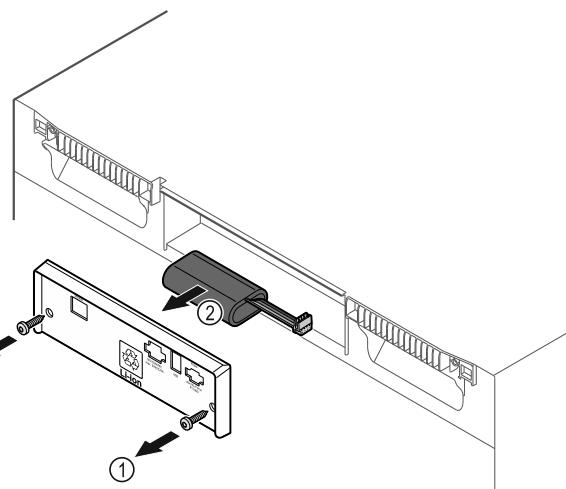

Fig. 185
- ▶ Išsukite varžtus ir nuimkite uždangalą galinėje prietaiso pusėje Fig. 185 (1).
- ▶ Atnjunkite bateriją ir ją išimkite Fig. 185 (2).